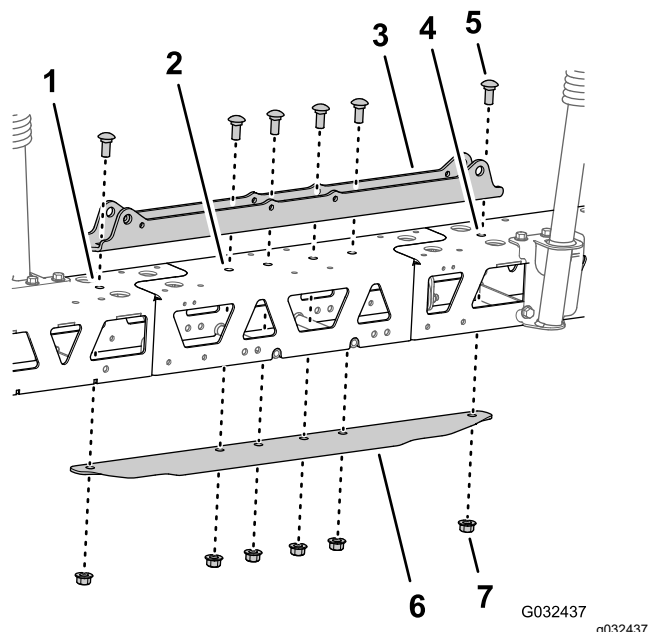

Рисунок 56
5. Совместите отверстия в креплении цилиндра с отверстиями на осевой линии ферменной рамы и удлинителе средней секции стрелы (Рисунок 56).
6. Вставьте соединительную пластину в ферменную раму и удлинитель средней секции стрелы и совместите отверстие в соединительной пластине с отверстиями на осевой линии ферменных рам и удлинителя стрелы (Рисунок 56).
7. Зафиксируйте крепление цилиндра, фермы, удлинитель средней секции стрелы и соединительную пластину при помощи двух каретных болтов ($\frac{1}{2} \times 1\frac{1}{4}$ дюйма) и двух фланцевых контргаек ($\frac{1}{2}$ дюйма), снятых при выполнении пункта 2 раздела Разделение ферм средней секции опрыскивателя \(страница 32\), и 4 каретных болтов ($\frac{1}{2} \times 1\frac{1}{4}$ дюйма) с 4 фланцевыми контргайками ($\frac{1}{2}$ дюйма) из доводочного комплекта системы опрыскивания GeoLink (Рисунок 56).